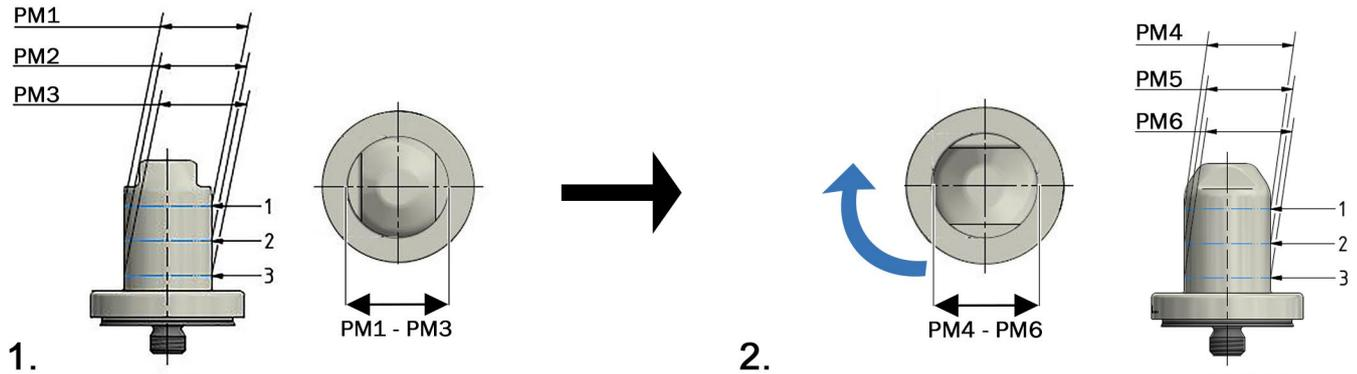

Abbildung 46: Prüfmaße Durchmesser Lagerzapfen
1. Messen Sie den Außendurchmesser am Lagerzapfen an den Positionen PM1 - PM3 (siehe Abbildung 46).
3. Drehen Sie den Lagerzapfen um 90° und führen Sie die Messungen des Außendurchmessers an den Positionen PM4 - PM6 durch (siehe Abbildung 46).